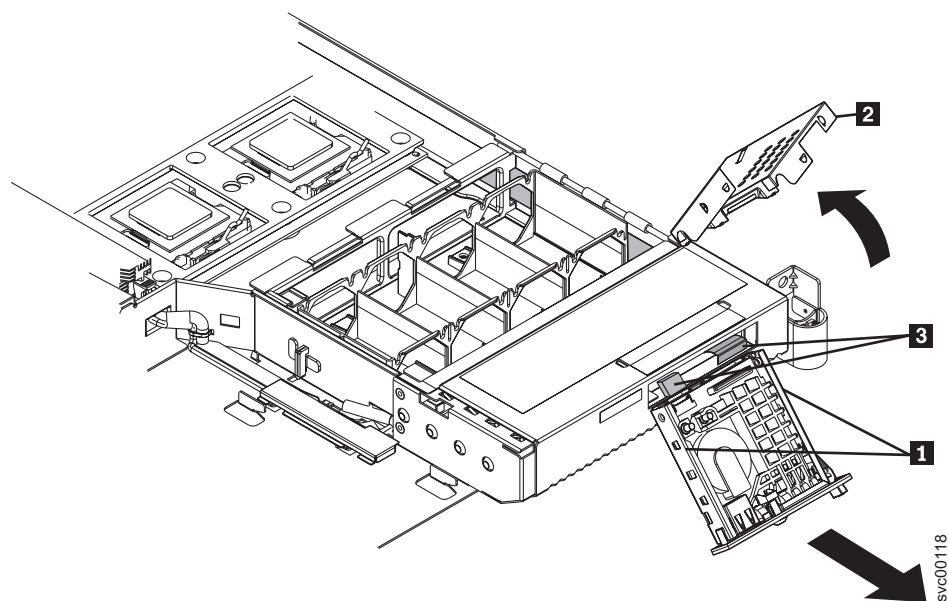

図 67. オペレーター・パネル表示装置が見える SAN ボリューム・コントローラー 2145-8F2
5. 小さなねじ回しを使用して、オペレーター・パネル表示装置アセンブリの側面にある保持スプリング **1** を押し込みます。図 67 を参照してください。